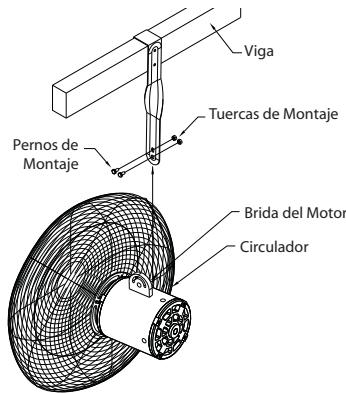

Figura 6 — Instalación del Soporte de Suspensión
1. Ubique el entramado más cercano al lugar de montaje que desee. El soporte de suspensión está diseñado para adaptarse a maderos de tamaño estándar de 2 pulgadas y se debe colgar desde cualquier madero horizontal de 2 x 3 pulgadas o mayor. (Consulte la Figura 6)